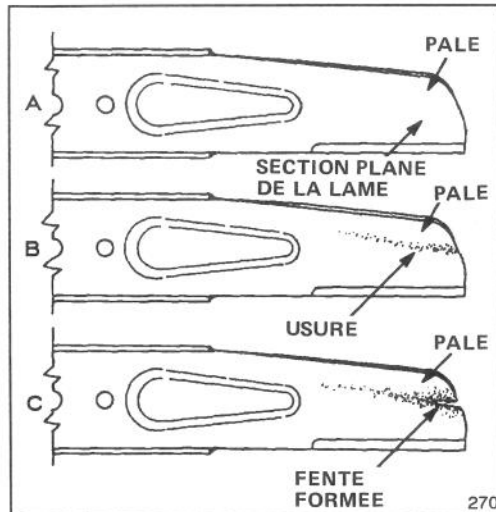

Figure 27
4. INSPECTION DE LA LAME — Examinez soigneusement la lame pour en vérifier le tranchant et l'usure surtout là où les sections planes et courbes se rejoignent (Fig. 27). Comme le sable et les matières abrasives peuvent user le